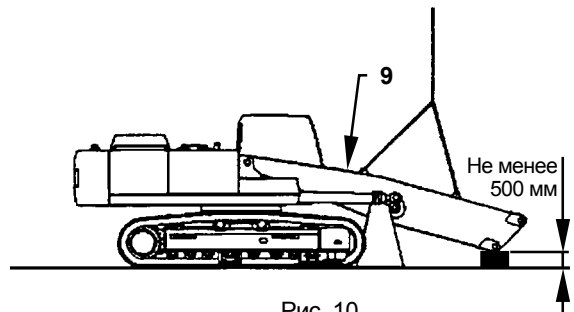

Рис. 10
4. Как указано на рис. 10, опускают осторожно конец нижнего звена (9) стрелы на подставку высотой не менее 500 мм.